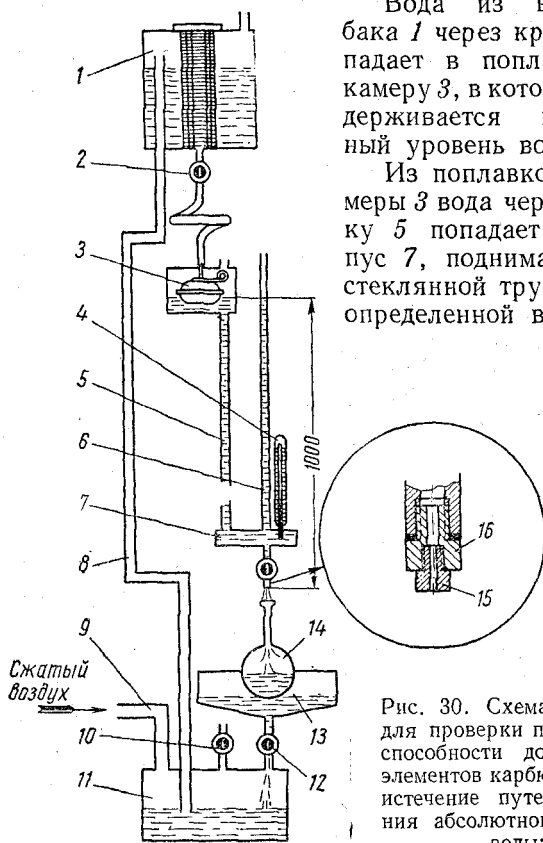

Рис. 30. Схема прибора для проверки пропускной способности дозирующих элементов карбюратора на истечение путем измерения абсолютного расхода воды:
**Проверка пропускной способности дозирующих элементов карбюратора.** На рис. 30 изображена схема одного из приборов для проверки пропускной способности дозирующих элементов (жиклеров, форсунок и др.) с определением абсолютной величины расхода воды.